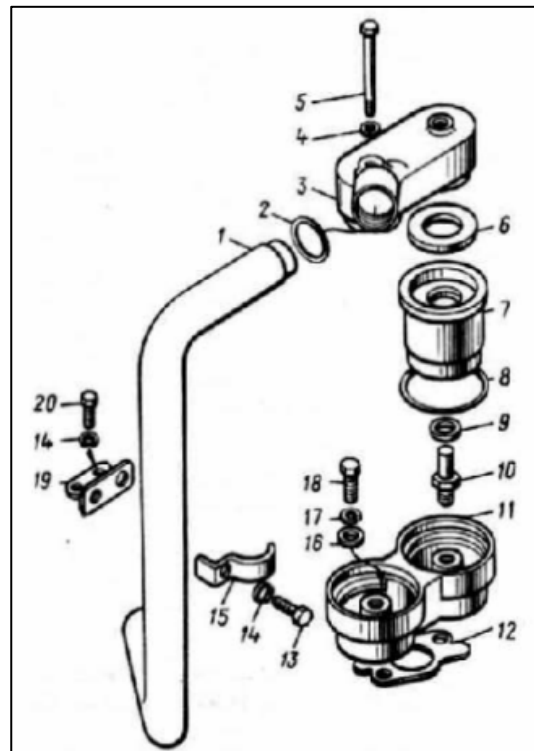

Рис. 3.243 – Сапун
3.10.1 Разборка сапуна (рис. 3.243)
3.10.2 Сборка сапуна (рис. 3.243)